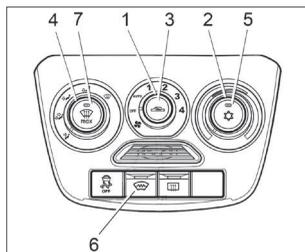

Рис. 39. Блок управления климатической системой (в вариантном исполнении)
В вариантном исполнении (см. рис. 39) климатическая установка имеет дополнительный режим кондиционирования, обеспечивающий охлаждение воздуха, подаваемого в салон автомобиля. При этом логика и алгоритмы управления, описанные выше для системы вентиляции и отопления, верны и для климатической установки с кондиционером.
2. Включите вентилятор, установив **рукоятку 1** (см. рис. 39) в одно из положений «1», «2», «3» или «4».
Для установки желаемой температуры воздуха в салоне поверните **рукоятку 2** (см. рис. 39) по часовой стрелке для повышения, против часовой стрелки для понижения. Температура будет поддерживаться автоматически в пределах производительности климатической установки и установленного допуска.
2. Поверните **рукоятку 2** (см. рис. 39) против часовой стрелки в левое положение до упора (синяя точка на блоке управления).
4. **Рукояткой 1** (см. рис. 39) включите максимальную скорость вентилятора климатической установки (положение «4»).
С помощью **рукоятки 2** (см. рис. 39) можно установить желаемую температуру воздуха в салоне. Климатическая система будет автоматически поддерживать установленную температуру воздуха в салоне в пределах производительности климатической установки и установленного допуска.
Для очистки ветрового и передних боковых стекол от запотевания, обмерзания или наружного обледенения в автоматическом режиме установите **рукоятку 1** управления вентилятором климатической системы в положение «АУТО», нажмите **кнопку 7** (см. рис. 39) с символом . Климатическая система автоматически:
Для включения/выключения ЭОВС нажмите **кнопку 6** (см. рис. 39), при включении загорается индикатор на кнопке выключателя. Контрольный световой индикатор, расположенный на кнопке выключателя, будет светиться желтым светом в течение всего времени работы системы электро-